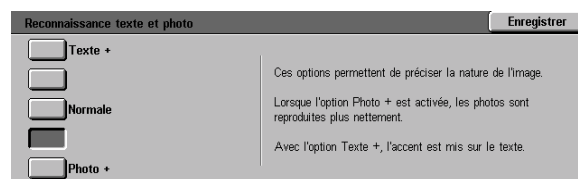

Figure 47 : Paramètres Texte et photo
- Pour le paramètre Reconnaissance texte et photo, appuyez sur la touche correspondant à l'option voulue (voir la figure 47).